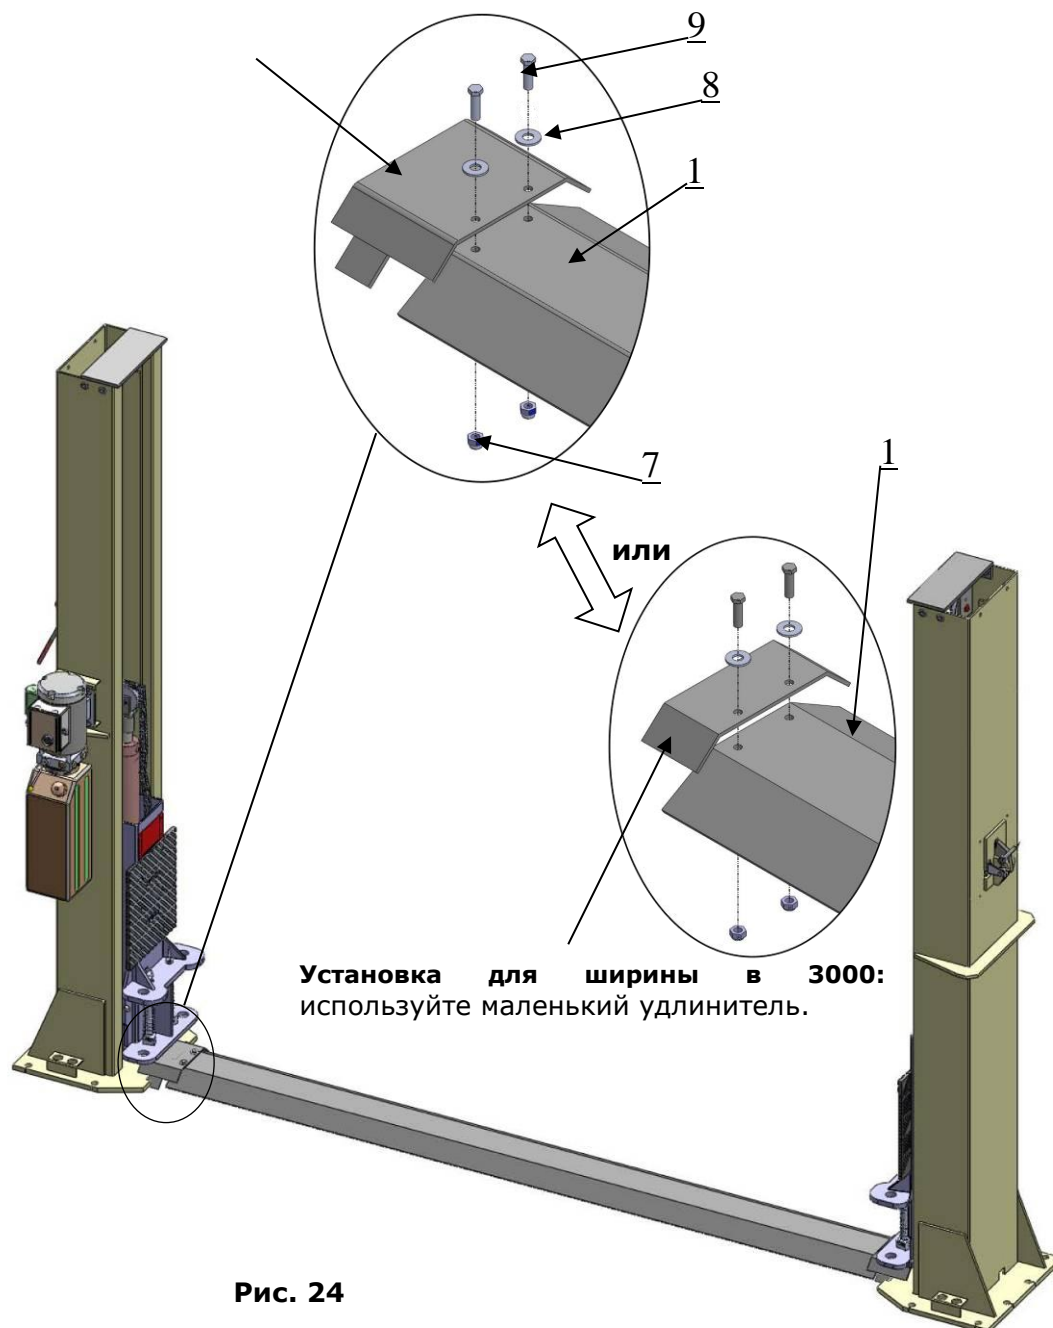

Рис. 24
L. Установка напольной пластины (См. рис. 24).